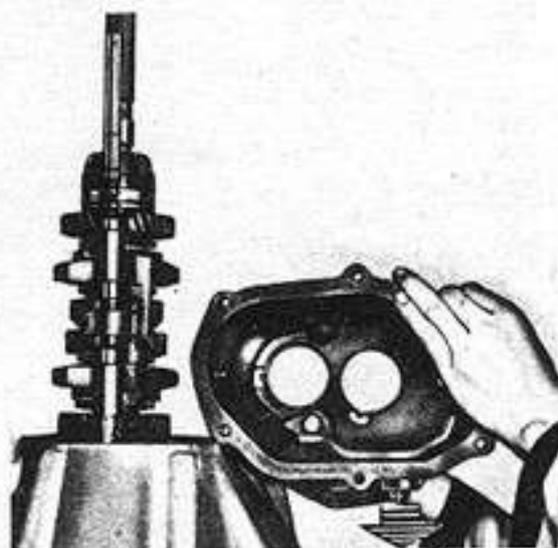

Fig. 27 - Instalación de la carcasa de la caja de velocidades
13. Colocar la carcasa de la caja de velocidades sobre los ejes principal y secundario, verificando que la palanca de marcha atrás quede en la posición correcta, es decir, paralela a la cara mecanizada de la carcasa y pueda ser introducida en el buje selector del eje selector de velocidades (el eje de la palanca debe quedar hacia afuera) (Fig. 27).